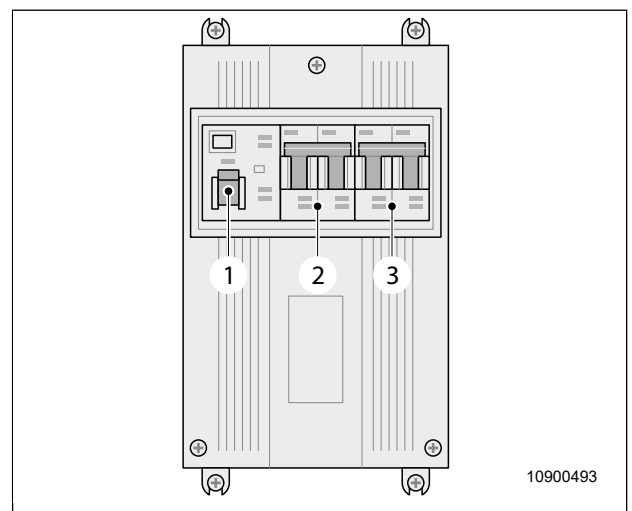

Fig. 53 Fusible automático
En el caso de un suministro externo de corriente eléctrica de 230 voltios, el vehículo estará protegido a través de los fusibles (Fig. 53, pos. 2) y el disyuntor diferencial (Fig. 53, pos. 1) en el fusible automático.
La instalación de aire acondicionado (accesorio especial) también está protegida por el fusible automático (Fig. 53, pos. 3).